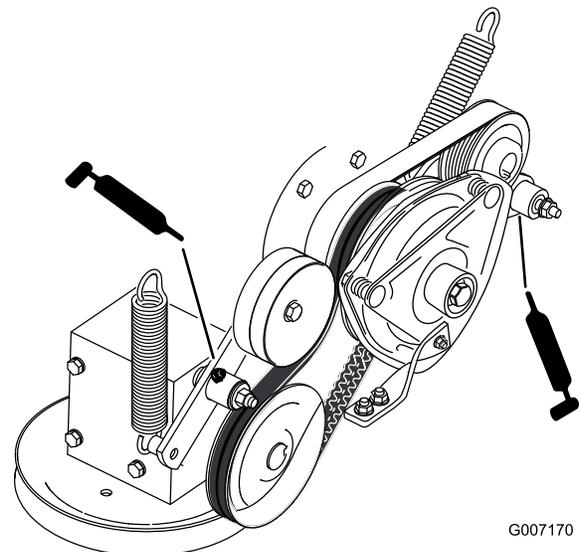

Figura 32
5. Engrase el brazo tensor de la correa de transmisión de la PTO (Figura 32).
6. Engrase el brazo tensor de la correa de la bomba (Figura 32).